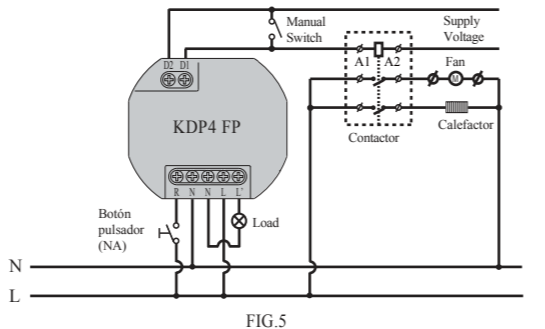
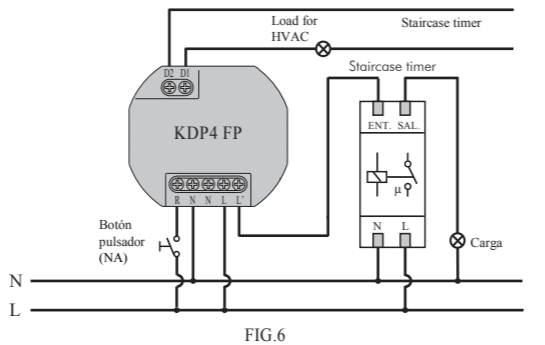
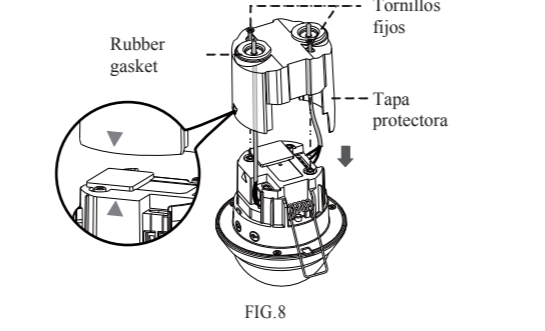

FIG.5
FIG.6
FIG.8
3.3.1 Funcionamento normal (consulte a FIG.5).
3.3.2 Interruptor do temporizador de escada controlado por um sensor (Time1 [Tempo] deve ser definido como \sqrt{L} , consulte a FIG.6)
3.4.2 Utilize a chave de fendas para soltar a junta de borracha e, de seguida, passe os cabos pela mesma (consulte a FIG.8).
3.4.3 Consulte a ilustração FIG.5 - FIG.6 para saber qual a cablagem correta e alinhar o símbolo "W" da tampa de protecção com o símbolo "A" do compartimento (consulte a FIG.8) e, de seguida, aparafuse a tampa de protecção firmemente.